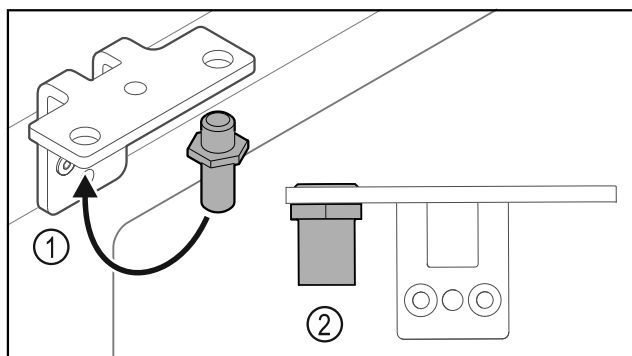

Fig. 26
- ▶ Переставьте палец Fig. 26 (1) в шарнирном уголке.
- ▶ Затяните палец Fig. 26 (2) с **моментом 12 Нм**.